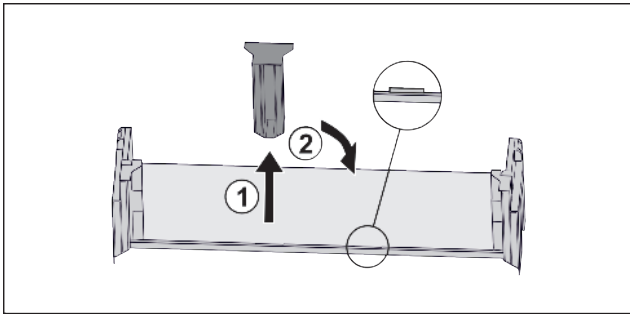

Fig. 16
- ▶ Mittleres Halteteil abziehen Fig. 16 (1).
- ▶ Mittleres Halteteil auf zweiter Position einsetzen Fig. 16 (2).